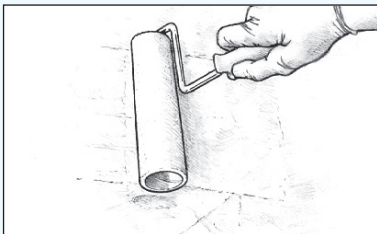

Abbildung 30 Rollen Sie das Epoxidharz gleichmäßig über einen kleinen Bereich aus. Tragen Sie das Epoxidharz als dünne Schicht auf.
4. Rollen Sie jetzt das Epoxidharz auf einen Bereich von ungefähr 600 x 600mm gleichmäßig in alle Richtungen aus (Abbildung 30).